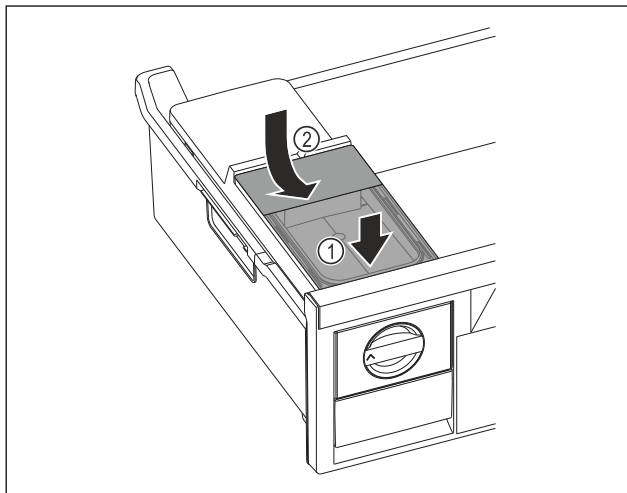

Fig. 151
- Futni depozitën e ujit në pjesën përpara. Fig. 151 (1)
- Ulni poshtë depozitën e ujit në pjesën e pasme. Fig. 151 (2)